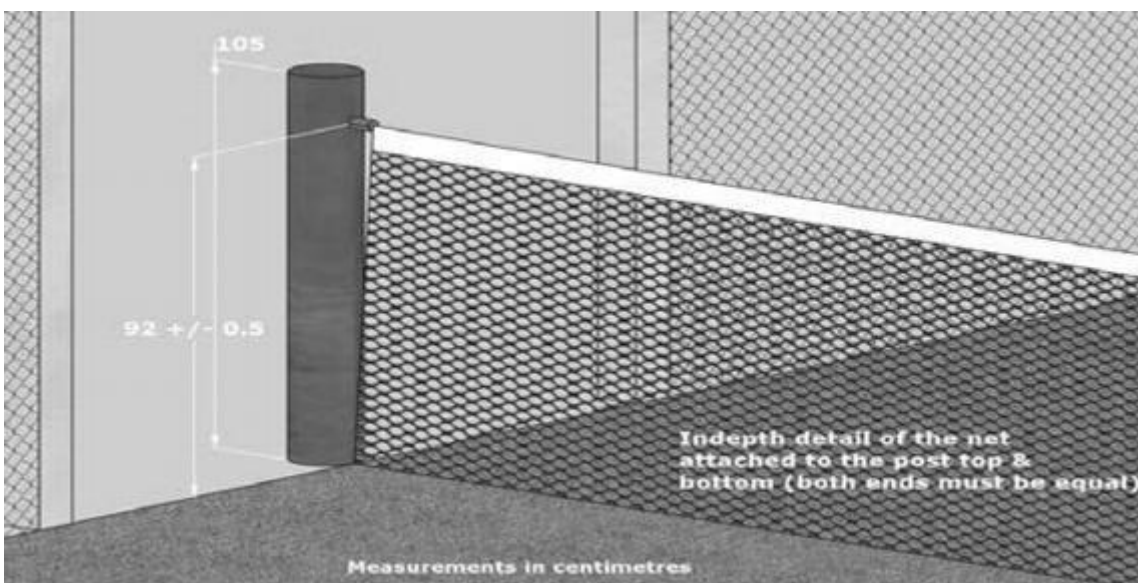

Figura 6 Altura neta del poste
1.1.1.2 Los dos extremos de la red están conectados a dos postes de bola con una altura de 1,05 m, y dos extremos de la red deben colocarse con dispositivos de encordado para evitar que la red presente aflojamiento, como se muestra en la Figura 6.